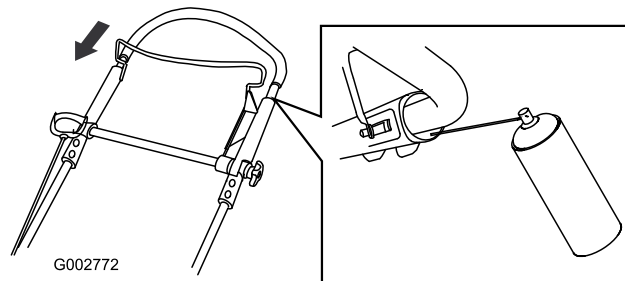

Figura 41
2. Empuje completamente hacia abajo el manillar superior y rocíe la superficie de plástico interior del manillar exterior (Figura 41).